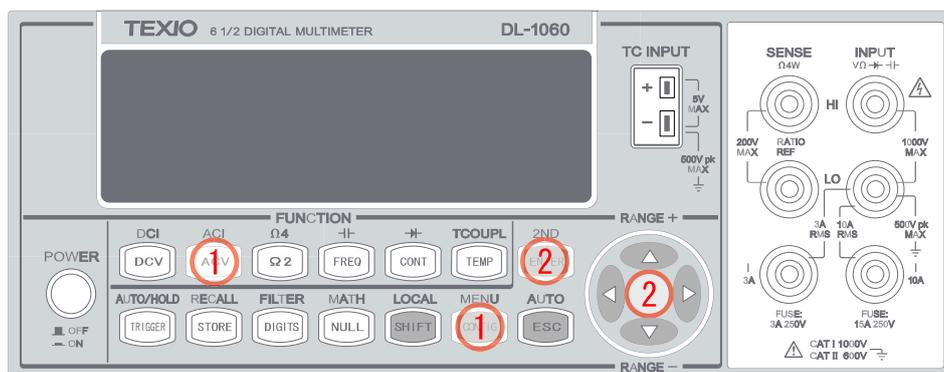

図 3-2
- ① ACV ボタンを押し、次に CONFIG ボタンを押します。
- ② <・> ボタンで、"BAND WIDTH"を選択し ENTER を押します。3Hz、20Hz、200Hz の中から選択し ENTER を押します。これらの操作は図3-2に示します。